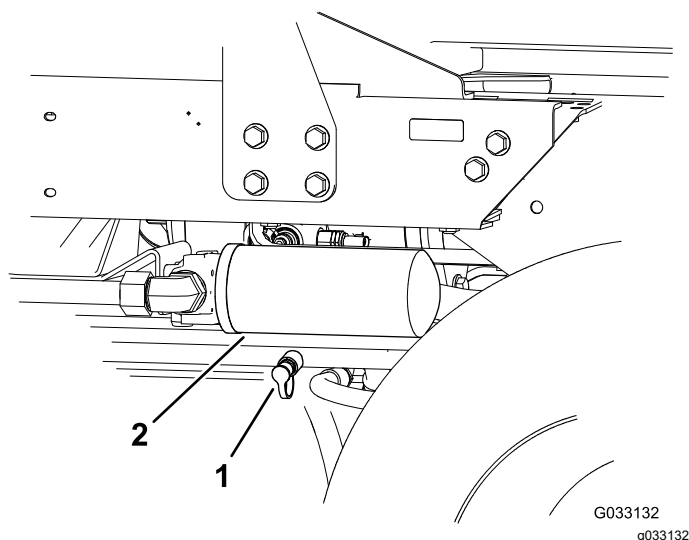

Figura 44
2. Ligue um tubo hidráulico entre o encaixe de diagnóstico instalado no coletor da tração traseiro e a porta de teste de pressão da tração traseira (Figura 44).